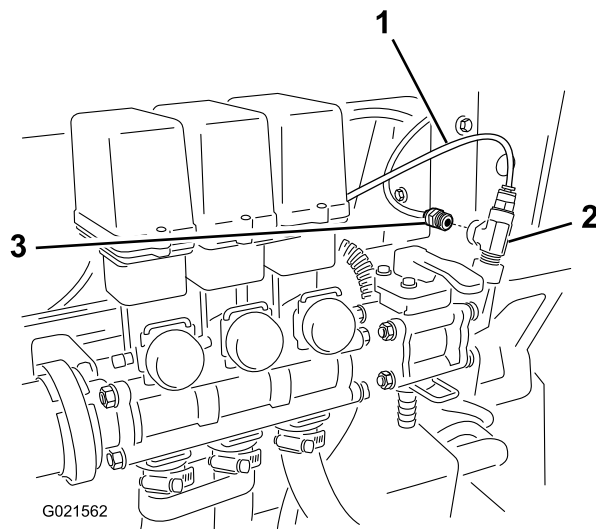

Bild 9
3. Befestigen Sie den roten Schlauch (Druckmanometer), der aus der Rückseite des Schaltkastens kommt, in der Öffnung im T-Anschlussstück (Bild 9).